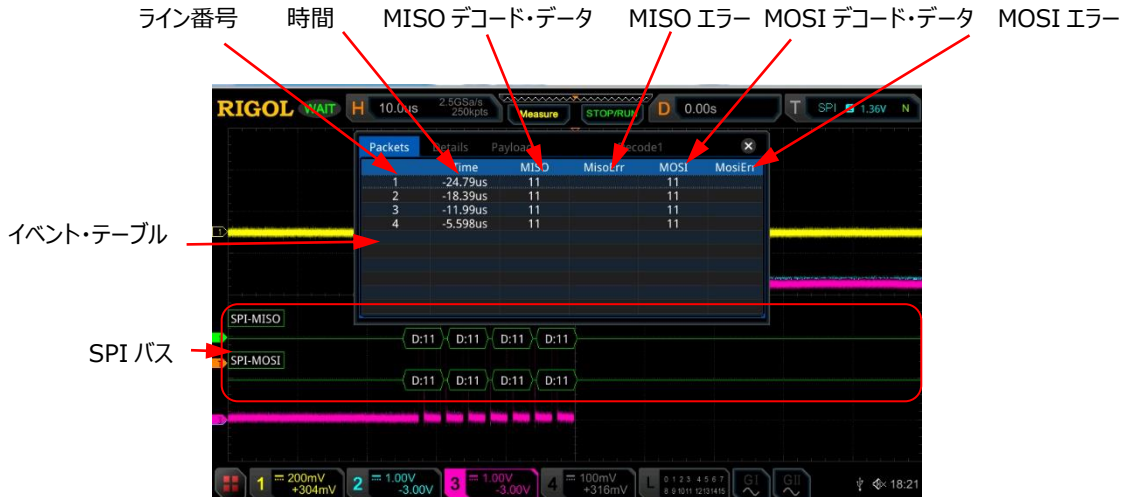

Figure 11-8 SPI デコード・イベント・テーブル
- イベント・テーブルの開閉: **Event Table** を押してイベント・テーブルをイネーブルまたはディセーブルにします。イネーブルのときは Figure 11-8 のようにイベント・テーブルが表示されます。テーブルの右上のアイコン  をタップするとイベント・テーブルを閉じることができます。オペレーション・ステータスが"STOP"のときには、マルチ・ファンクション・ノブを回して表示を上下にスクロールすることができます。